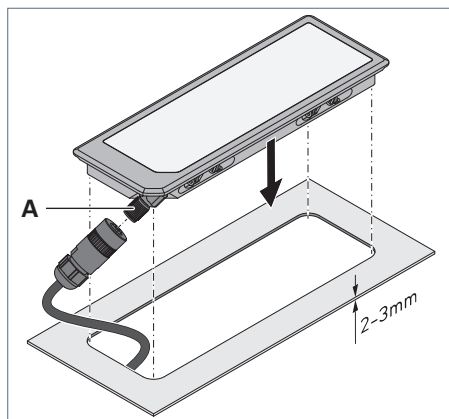

Fig. 5: APE – Monter le luminaire.
- ▶ Enfilez le câble de raccordement et le connecteur à travers le renforcement, voir Fig. 5.